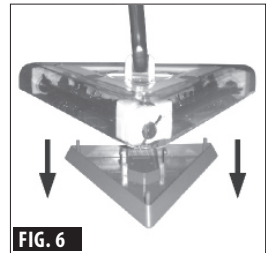

FIG. 6
- Plaats de vuillade vervolgens weer op de vloer of op een ander vlak oppervlak. Til de basis van de veger op en lijn deze uit met de vuillade. Als het juist is uitgelijnd zal het logo van de veger aan de voorkant van de veger in dezelfde richting wijzen als de piek/voorkant van de vuillade. Zet de basis neer om te corrigeren (zie FIG. 6).